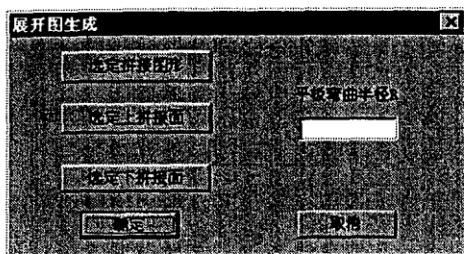

图 3 展开图对话框
(1) U 形边的展开 车架纵梁均由于采用这样的 U 字形结构以及在主视图和俯视图的基本轮廓,缺乏必要的拓扑信息,采用自动识别来重建零件的展开图是不现实的.通过采用少量人工干预步骤来建立展开图则是完全可行的.如采用确定需要拼接的图形、指定拼接面以及自动识别斜线边等步骤.通过选定的拼接图形,构造实体集,在这个实体集里进行遍历和识别,提取所有孔和边线的信息;在选定拼接面以后,可实现从二维零件图轮廓及孔信息到二维展开图轮廓和孔信息的转变.这样,既可以快速建立展开图,又可以降低解决问题的难度.
(2) U 形边上单边或双边孔的判断 从图 1 中可以看出,U 形两边在俯视图中是重合的.在构造孔实体集时,由于绘图规则的原因,无法识别具有重合投影关系的双孔.即如何判定俯视图中孔位于 U 字形的一边或两边.解决问题的方法是在选定拼接图后,软件对所选定拼接图区域进行遍历和识别,提取孔信息;其次再确定拼接面以后,软件自动搜索遍历和识别孔的中心线,并判断孔的中心线与拼接线和轮廓线两处是否相交;若相交均成立,则表明在 U 字形两边上均有孔,展开图生成对话框见图 3.